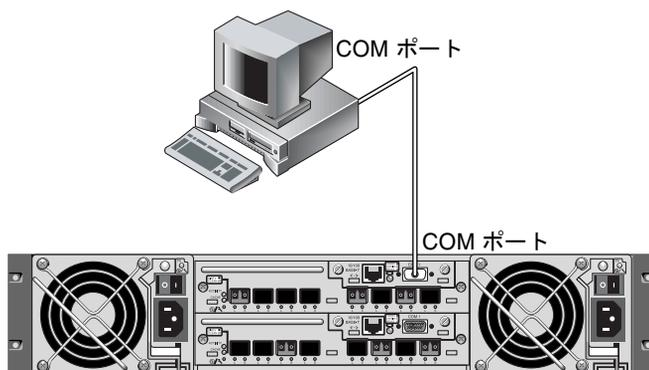

図 E-1 ワークステーションのシリアルポートにローカル接続された RAID アレイ COM ポート
1. 図 E-1 に示すように、RAID アレイの COM ポートを Solaris ワークステーションのシリアルポートに接続します。tip コマンドを使用して、アレイにローカルアクセスします。